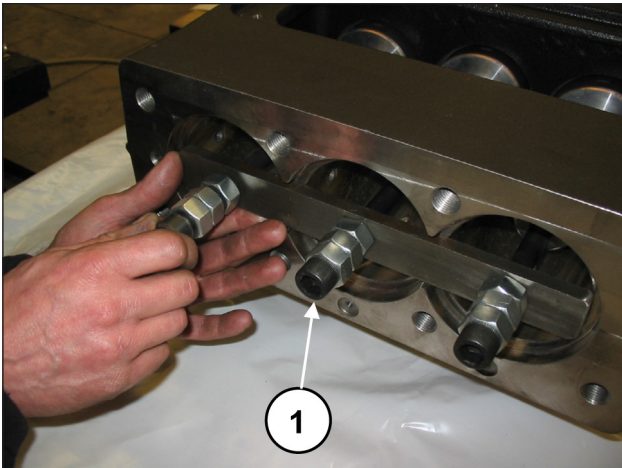
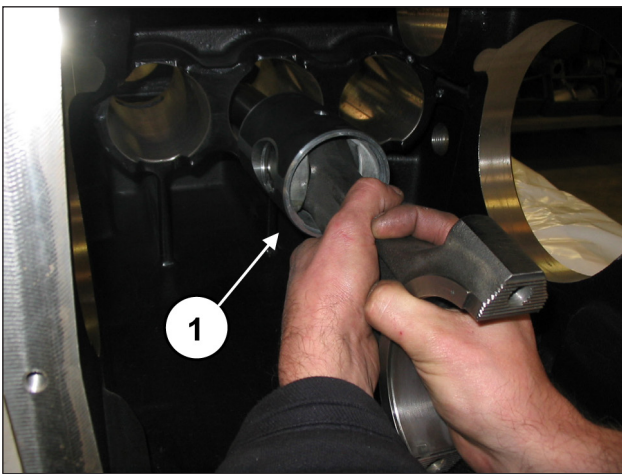
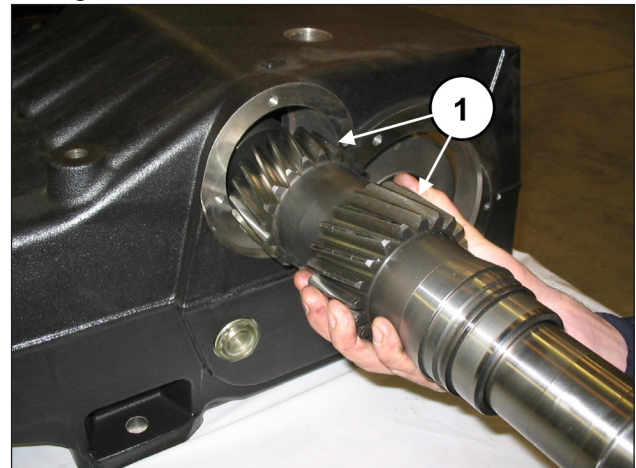

Abb. 40
Abb. 41
Abb. 55
Drehen Sie die Schrauben des Werkzeugs Art. 27566200 zum Lösen der Pleuelstangen ab (Pos. ①, Abb. 40) und ziehen Sie anschließend die Baugruppe Pleuelstange-Kolbenführung von der hinteren Gehäuseöffnung heraus (Pos. ①, Abb. 41).
Trennen Sie Pleueldeckel und Pleuelhälften; die vorschriftsmäßige Paarung wird durch die seitliche Nummerierung garantiert (Pos. ①, Abb. 42). Nachdem Sie das Gehäuse auf perfekte Sauberkeit überprüft haben, setzen Sie die Baugruppe Pleuelhälfte-Kolbenführung in die Buchsen des Gehäuses ein (Pos. ①, Abb. 41).
Arretieren Sie die drei Baugruppen mit dem entsprechenden Werkzeug Art. 27566200 (Pos. ①, Abb. 40). Führen Sie die Kurbelwelle durch die hintere Gehäuseöffnung ein und legen Sie diese auf dem Boden ab.
Entfernen Sie das Werkzeug zur Sicherung der Pleuelstangen Art. 27566200 (Pos. ①, Abb. 40) und schieben Sie die Pleuelstangen bis auf Anschlag mit der Kurbelwelle zurück. Bauen Sie die vormontierte Zapfwelle in das Gehäuse ein (Pos. ①, Abb. 55), u.z. auf der entgegengesetzten Seite zum vorab montieren Außenring des Lagers und zur Schmierbuchse der Lager.
Achten Sie beim Einschieben der Zapfwelle in das Gehäuse auf die Ausrichtung der Verzahnung lt. Abb. 55.